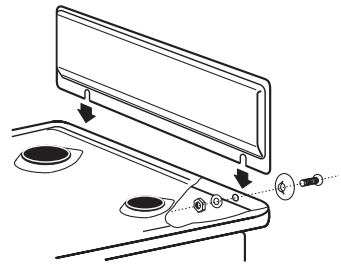

Рис. 7
- В плитах, укомплектованных щитком, щиток закрепляется перед установкой плиты (рис. 7).